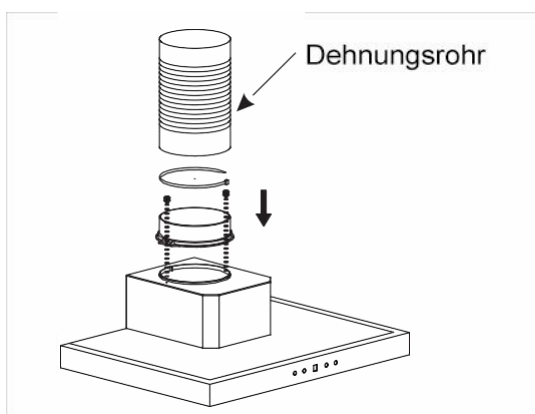

Bild 4
5. Häng upp enheten på väggen med fästskruvarna. Se bild 4.